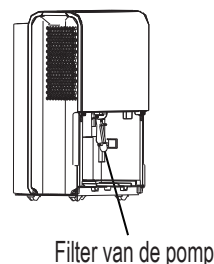

Fig. 12
-Verwijder het reservoir uit het toestel, haal de pomp eruit en reinig de filter van de pomp (zie Fig.12).